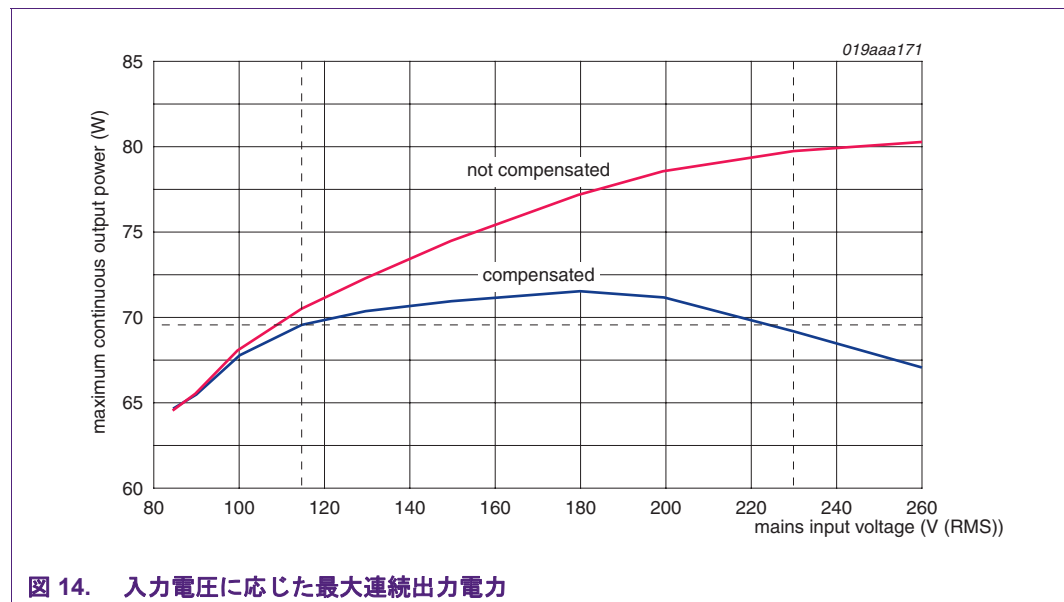

図 14. 入力電圧に応じた最大連続出力電力
- 入力電圧に応じた出力電力は、一次関数ではありません (図 14 を参照)。絶対最高入力電圧と絶対最低入力電圧の最大出力電力が等しくなるように調整している場合、実際の最大出力電力はこれらの制限値の間でわずかに高くなります。